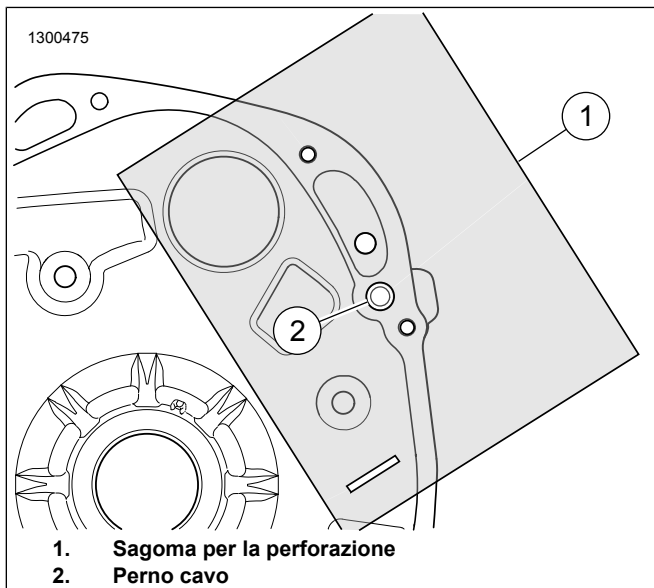

Figura 2. Dima di foratura
1. Vedere Figura 2 Praticare col trapano un foro nel carter.
- a. Punzonare o ritagliare i fori nella dima di foratura (1).
- b. Montare la dima di foratura (1) nel perno cavo (2).